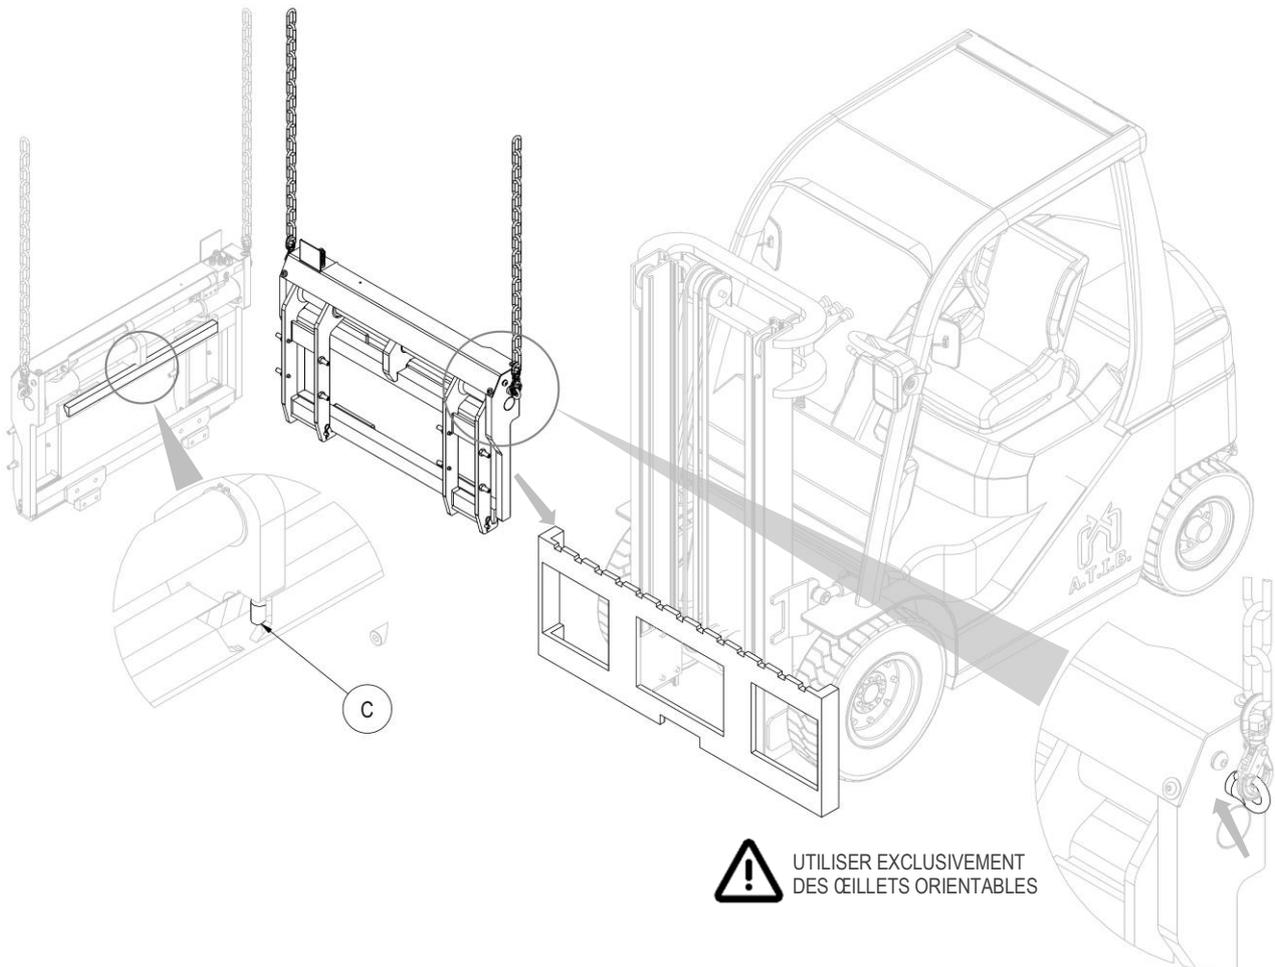

Figure 7
5. Pour la manutention, seuls des œillets réglables doivent être utilisés, ils doivent être vissés dans les trous latéraux appropriés (voir détail *Figure 7*).
6. Accrocher ensuite l'équipement des œillets et avec un pont roulant ou un palan de portée suffisante, le placer sur le tablier porte-fourches en prenant soin d'insérer la dent de centrage **C** dans l'encoche centrale de celui-ci (voir détail *Figure 7*).